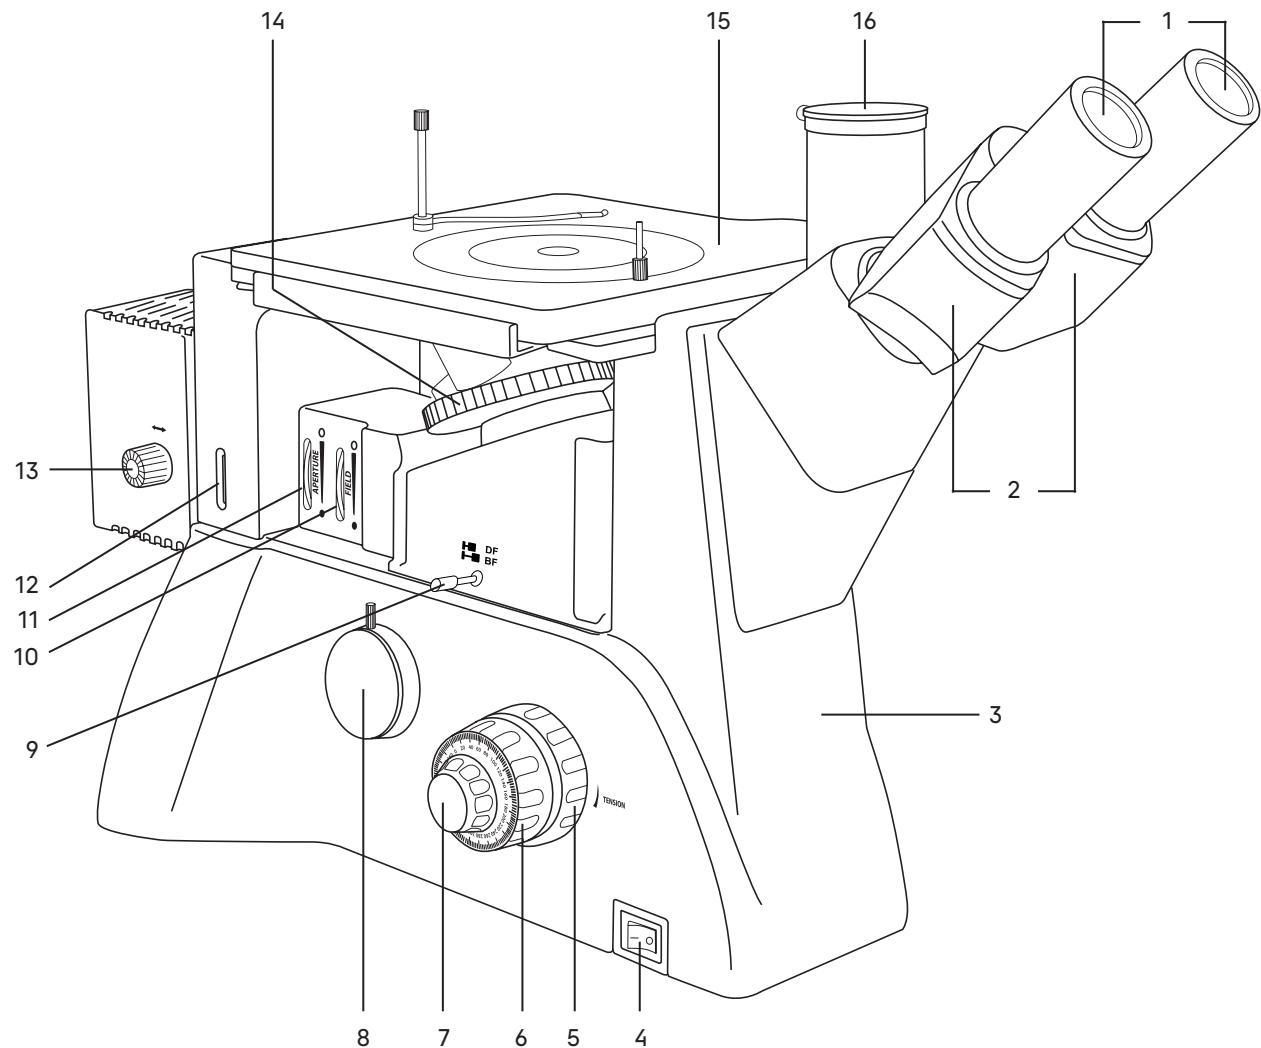
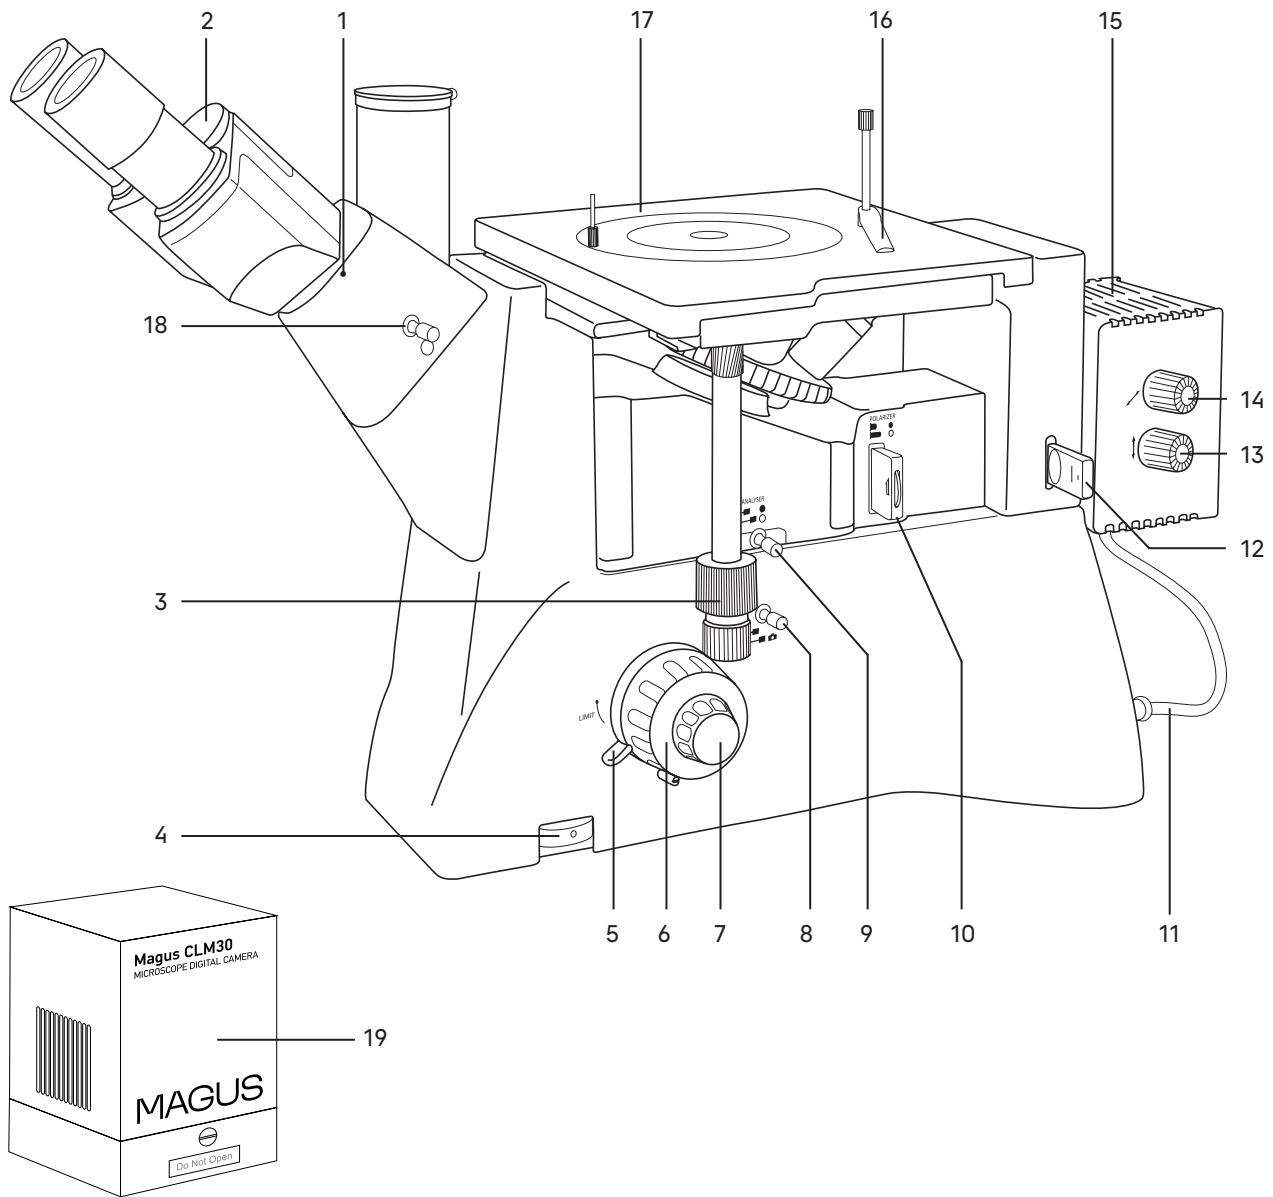

Рис. 1. Микроскоп MAGUS Metal VD700 BD LCD. Вид слева
Рис. 2. Микроскоп MAGUS Metal VD700 BD. Вид справа
Общий вид микроскопа представлен на рис. 1 и 2.
На штативе 3 (рис. 1) закреплены:
- револьверное устройство 14 (рис. 1) с объективами;
- предметный столик 15 (рис. 1);
- тубусы визуальной насадки 2 (рис. 1);
- фонарь лампы 15 (рис. 2).
На левой боковой поверхности штатива расположен выключатель 4 (рис. 1) сетевого напряжения. В положении «—» включается, а в положении «0» выключается сетевое напряжение.
На правой боковой поверхности штатива расположен диск 4 (рис. 2) для регулировки напряжения питания источника света.
На левой боковой поверхности штатива расположен канал визуализации 8 (рис. 1) для установки камеры. Микроскоп укомплектован адаптером C-mount, который устанавливается в этот канал и закрепляется в нем винтом. На адаптер устанавливается камера. Камера служит для вывода изображения на экран компьютера или монитор/телевизор.
Фокусировка на объект осуществляется перемещением по высоте револьверного устройства с объективами. Грубая фокусировка производится вращением коаксиальных рукояток 6 (рис. 1, 2), расположенных по обеим сторонам штатива.
Тонкая фокусировка производится вращением рукояток 7 (рис. 1, 2), расположенных по обеим сторонам штатива. Тонкая фокусировка требуется для более точного фокусирования на объект и для подфокусировки микроскопа на резкость изображения при смене объективов и препаратов. Цена деления тонкой фокусировки – 2 мкм.
Механизм регулировки жесткости хода грубой фокусировки 5 (рис. 1) – кольцо между штативом и рукояткой грубой фокусировки с левой стороны. С помощью кольца регулируется жесткость хода грубой фокусировки так, чтобы жесткость была комфортной для пользователя, но при этом револьверное устройство с объективами не опускалось самопроизвольно во время работы.
Механизм блокировки грубой фокусировки 5 (рис. 2) расположен с правой стороны. После завершения грубой фокусировки рекомендуется перевести рычаг в крайнее положение в направлении по часовой стрелке. Таким образом закрепится положение грубой фокусировки для быстрой рефокусировки после смены препарата.
Тринокулярная визуальная насадка обеспечивает визуальное наблюдение изображения объекта. Насадка закреплена на штативе 3 (рис. 1). В гнездо насадки устанавливается блок окулярных тубусов 2 (рис. 1) и закрепляется винтом 1 (рис. 2). При установке поверните тубусы вверх или вниз для удобства наблюдения.
Изменение межзрачкового расстояния в насадке осуществляется разворотом окулярных тубусов в пределах 48–75 мм. Значение расстояния, установленного в соответствии с глазной базой наблюдателя, отсчитывается по шкале 2 (рис. 2) на насадке.
В вертикальный тубус 16 (рис. 1) корпуса визуальной насадки (канал визуализации) с помощью переходника C-mount устанавливается система визуализации с монитором. Переключение светового потока на вертикальный тубус производится рукояткой 8 (рис. 2) и 18 (рис. 2). Рукоятка переключения светового потока на вертикальный канал визуализации 18 (рис. 2) имеет два положения: 100/0 и 50/50.
В комплект микроскопа входят окуляры 1 (рис. 1). Окуляры имеют высокое положение выходного зрачка и предназначены для работы как в очках, так и без них.
Револьверное устройство 14 (рис. 1) обеспечивает установку пяти объективов. Смена объективов производится вращением револьверного устройства за конусную рифленую поверхность до фиксированного положения.
Встроенные полевая и апертурная диафрагмы отцентрированы в оптической оси на заводе-изготовителе и дополнительной центрировки не требуют. Если появится необходимость, диафрагмы можно отцентрировать регулировочными винтами. Раскрытие/закрытие полевой и апертурной диафрагм производится вращением кольца 10 (рис. 1) и кольца 11 (рис. 1) соответственно.
Двухкоординатный механический предметный столик 15 (рис. 1) закреплен на штативе. Перемещение столика осуществляется рукоятками 3 (рис. 2).
На задней стенке штатива микроскопа находится соединительный переходник. На него устанавливается фонарь галогенной лампы 15 (рис. 1).
Регулировка положения лампы относительно оси осуществляется рукоятками 13, 14 (рис. 2).
Регулировка положения лампы относительно коллектора осуществляется рукояткой 13 (рис. 1).
Для проведения наблюдений в поляризованном свете микроскоп оснащен устройством простой поляризации, которое включает в себя съемные анализатор 9 (рис. 2) и поляризатор 10 (рис. 2). Поляризатор вращается в диапазоне 0–360°. Анализатор выполнен в виде пластины и не оснащен поворотным диском.
В комплект микроскопа входит слайдер со светофильтрами 12 (рис. 2). Слайдер имеет 5 положений: желтый, синий, матовый, зеленый фильтры, а также свободное отверстие. Светофильтры помогают правильно настроить цветопередачу в зависимости от образца исследования, улучшить цветовой баланс и повысить контрастность и яркость изображения.